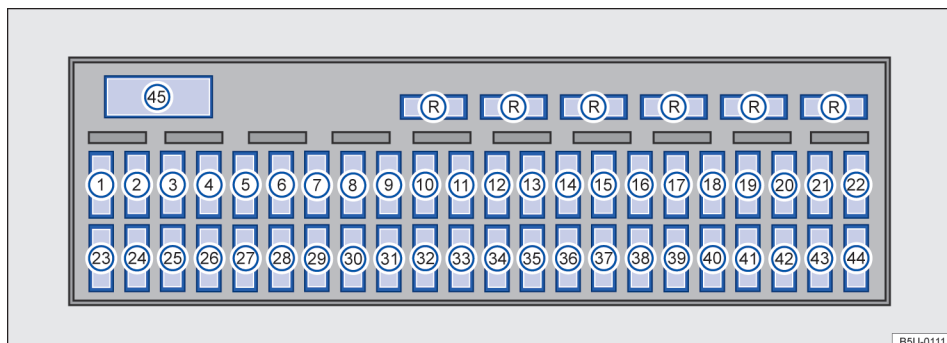

Fig. 154 Caixa de fusíveis.
A Volkswagen recomenda manter sempre no veículo alguns fusíveis de reserva, que podem ser alojados na parte superior da caixa de fusíveis → Fig. 154 (R) (como, por exemplo, fusíveis de 5 A, 10 A, 15 A, 20 A, 25 A e 30 A para veículos sem ar-condicionado ou 40 A para veículos com ar-condicionado).